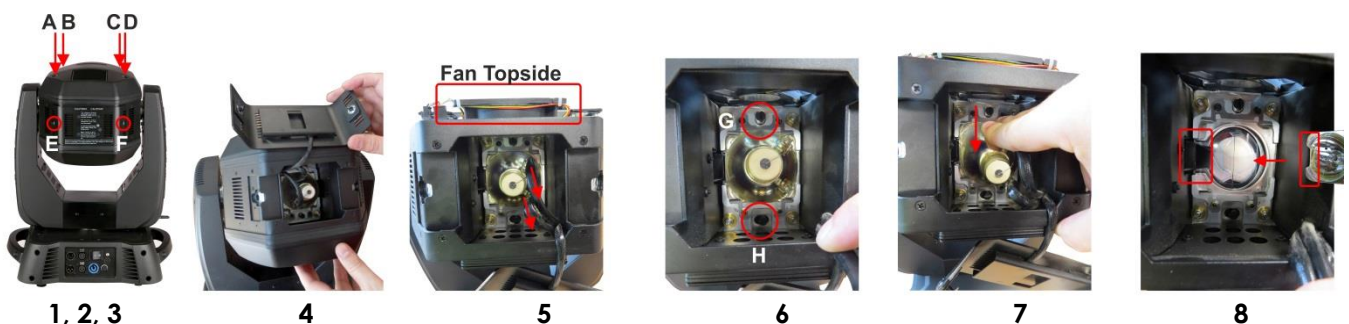

Abb. 03
- 09) Lesen Sie Gebrauchsanweisung der Lampe. Berühren Sie nicht das Glühbirnglas (siehe Abb. 03). Wenn Sie die Lampen mit öligen Händen anfassen, wird deren Lebensdauer beeinträchtigt. (Wenn Sie das Glas der Glühbirne berühren, wischen Sie es mit einem sauberen, fusselfreien Tuch und Reinigungsalkohol ab.)